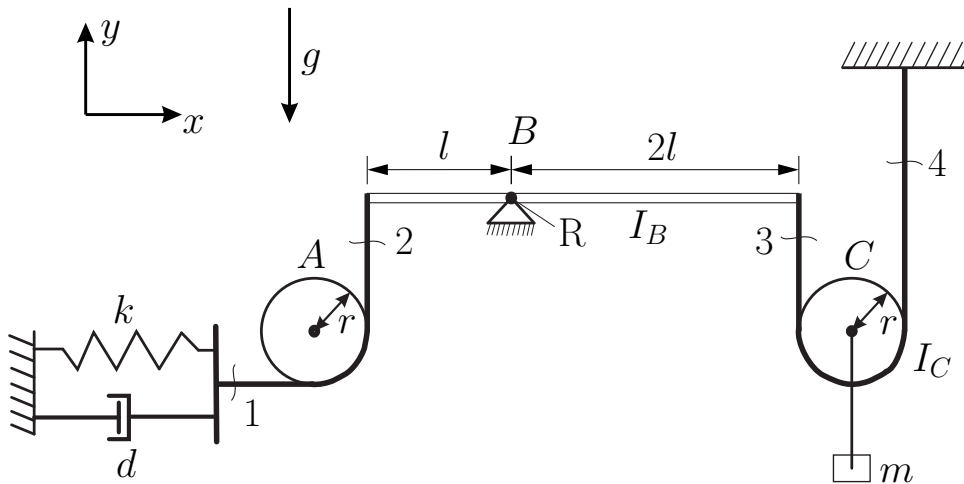

Abbildung 4: Skizze des Aufbaus
3. In Abbildung 4 ist schematisch ein Aufbau dargestellt. Die Rollen A und C sind masselos und frei drehbar, wobei Rolle C ein Trägheitsmoment  $I_C$  aufweist und frei in vertikale Richtung bewegbar ist. Am Drehpunkt der Rolle C ist über einen masselosen Balken eine Masse  $m$  befestigt. Der Balken B ist in seinem Schwerpunkt am Punkt R frei drehbar gelagert und weist ein Trägheitsmoment  $I_B$  auf. Zwei masselose Seile sind an den Enden des Balkens befestigt, das eine ist am anderen Ende fest mit der Decke verbunden. Das andere Seil ist am zweiten Ende über eine Feder-Dämpfer System mit Federkonstante  $k$ , entspannter Länge  $x_0$  und Dämpfungskonstante  $d$  mit der Wand verbunden. Die Winkel der Rollen ( $\varphi_A$ ,  $\varphi_C$ ) und des Balkens ( $\varphi_B$ ) sind so definiert, dass wenn die Feder entspannt ist  $\varphi_A = \varphi_B = \varphi_C = 0$  gilt und der Balken horizontal ausgerichtet ist. Die Gravitation wirkt in negative  $y$ -Richtung.